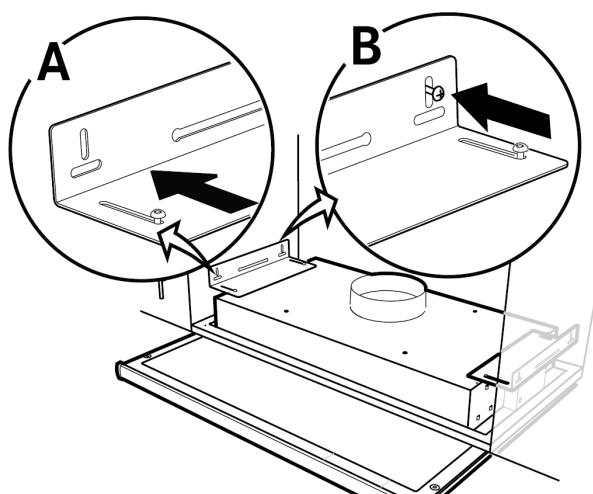

Bild 25 Montage mit Halterungen
- Befestigen Sie die Halterungen so weit wie möglich in der Dunstabzugshaube. Setzen Sie die Dunstabzugshaube in das Loch im Schrankboden ein. Herausziehen (Abbildung 25, Pos. A) und verwenden Sie Schrauben, um die Halterungen an den Seiten des Schrankes zu befestigen (Abbildung 25, Pos. B). Ziehen Sie die Halterungen in der Dunstabzugshaube fest.